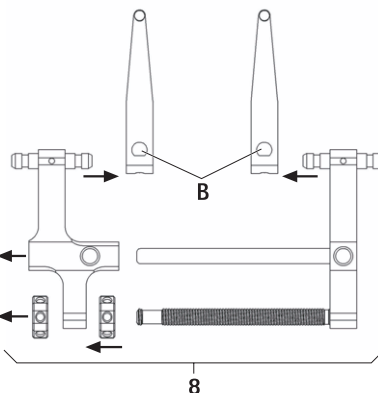

Fig. 4
- Démonter le distracteur 8 avec les lames de distraction, voir Fig. 4: actionner le poussoir B et retirer la lame de distraction FW239R.